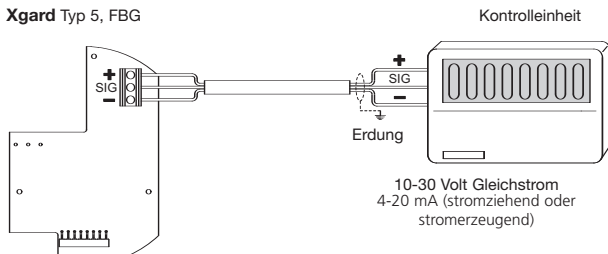

Abbildung 13: **Xgard** Typ 5, elektrische Anschlüsse
2. Sicherstellen, dass alle elektrischen Anschlüsse korrekt gemäß Abbildung 13 vorgenommen wurden.